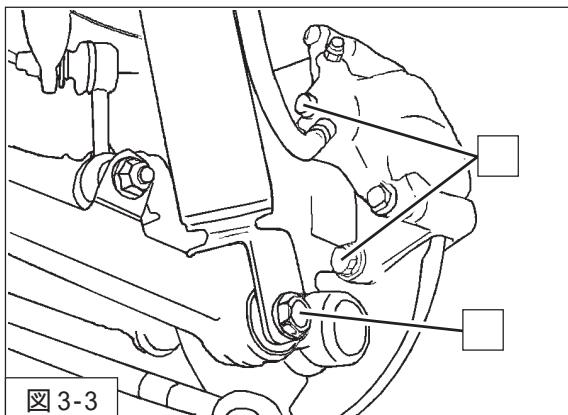

図 3-3
4. キャリパー取付ボルトを取り外し、キャリパーを取り外してホースが引っ張られない位置で保持してください。(図3-3)
5. ダンパーロア取付ボルト・ナットを取り外してください。(図3-3)